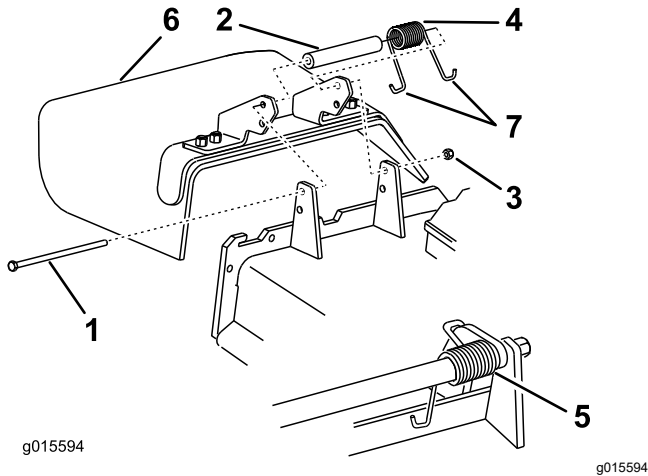

図 25
4. デフレクタをピボットブラケットに固定しているロックナット、ボルト、スプリング、スペーサを外す (図 25)。
5. デフレクタを取り外す (図 25)。